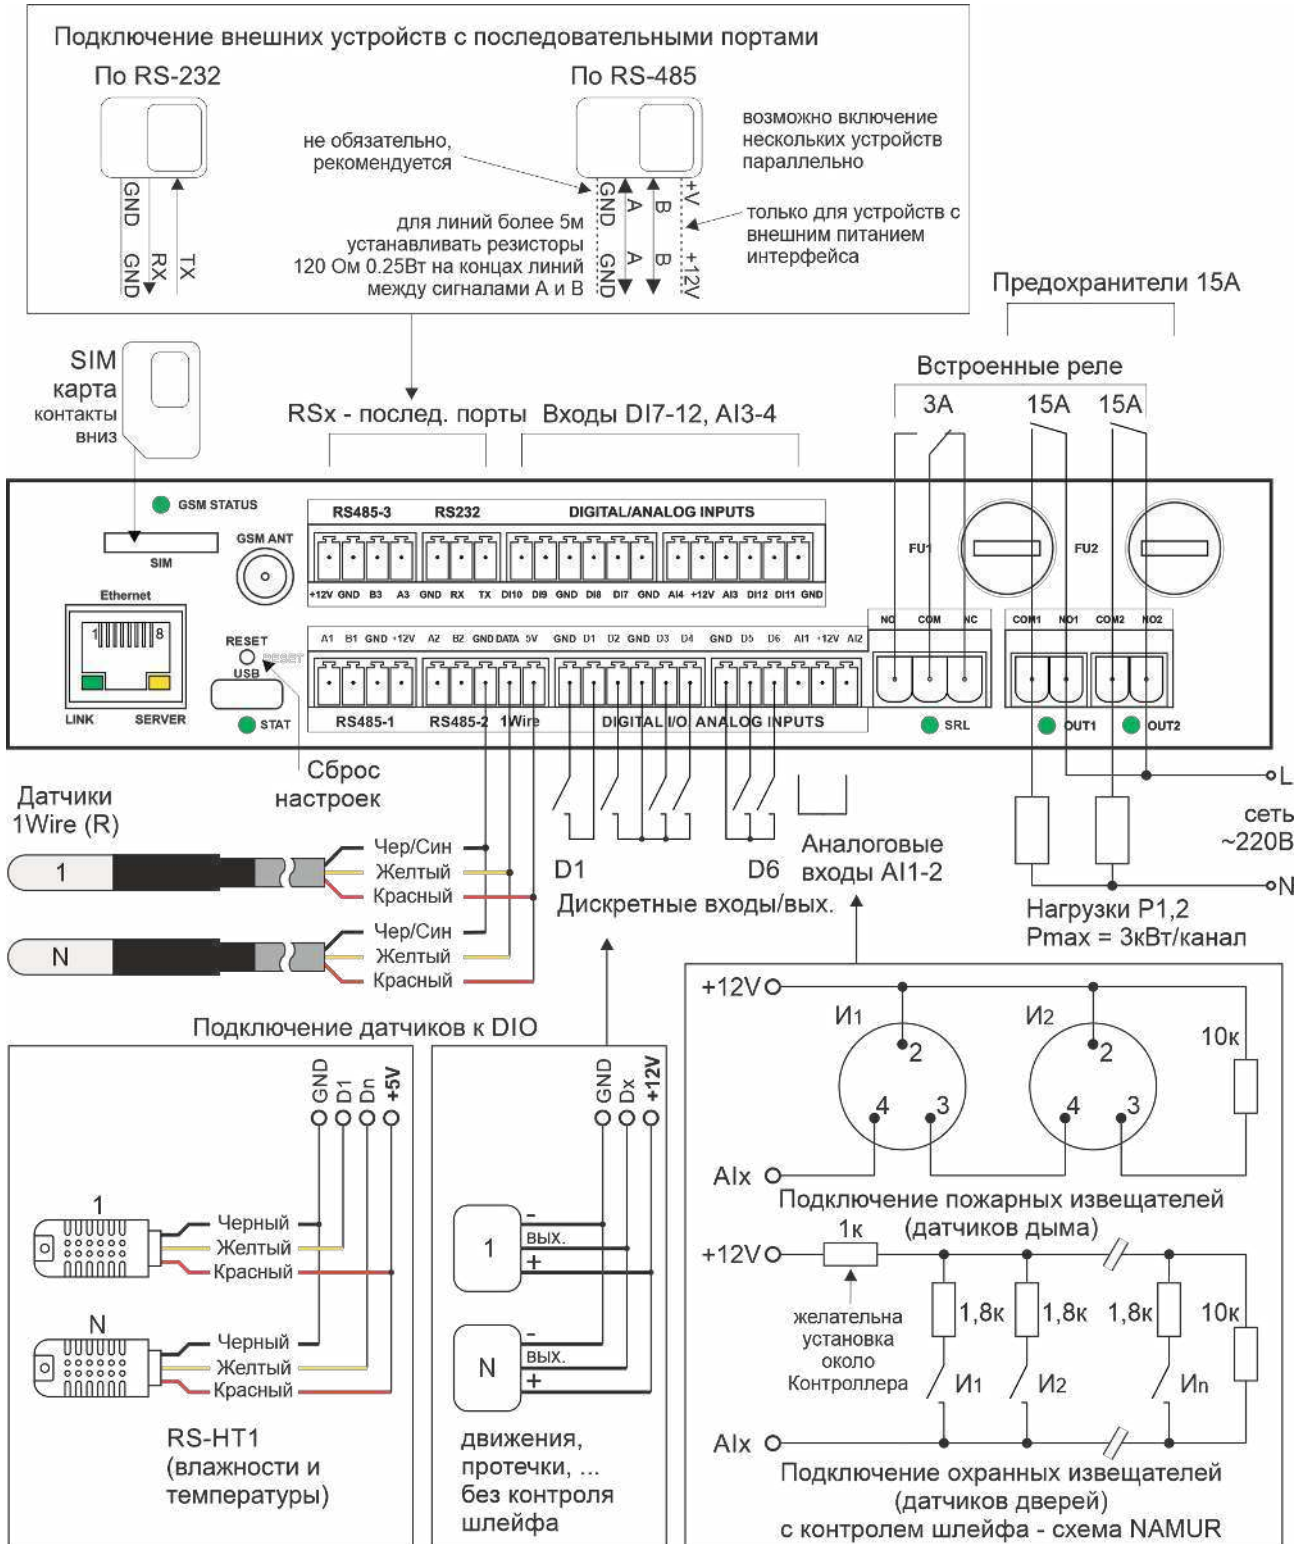

Рис. 1. Схема подключения Контроллера
Схема подключения Контроллера приведена на рис. 1.
Согласно рис. 1 к аналоговым входам контроллера могут быть подключены:
Согласно рис. 1 к дискретным входам контроллера могут быть подключены:
5.6.2. Подключить датчик к Контроллеру согласно Рис. 1.